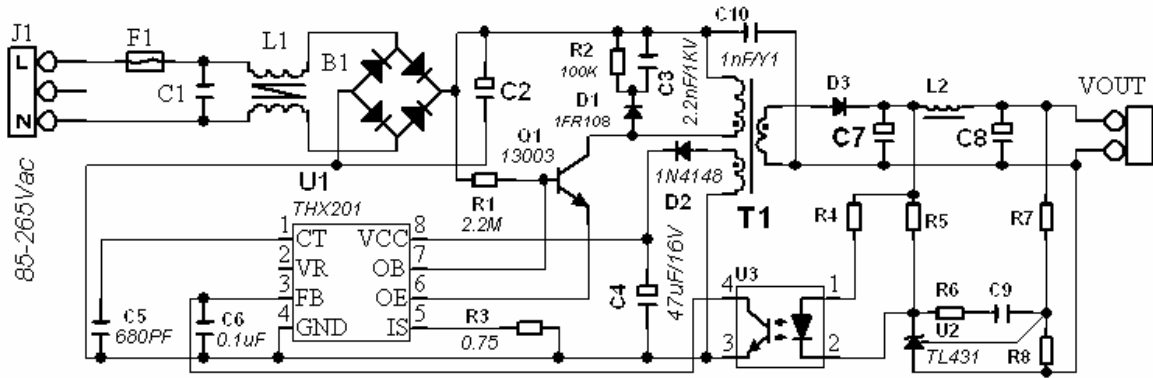

图 3、18W 开关电源
- 电源启动电流选择 **0.5-3mA**，功率管的放大倍数可按 **10** 计算，则启动电阻（如图 3、图 4 的 R1）选择应保证电源启动时功率管基极电流为 **0.05-0.3mA**，因此，可 **10** 倍减少启动电阻的功耗，降低了待机功耗；
- 图 3、图 4 中 **C5=680pF**，最高工作频率约 **60KHz**；
- 开关变压器（图 3、图 4 的 T1），参考绕组整流输出 **4.8-9V**（推荐 **6V**）为 THX201 提供工作电源；
- 电源功率管选择：如最大峰值电流 **0.8A**，考虑 **OB** 开电流则功率管 β 值应达 **10@5Vce@0.8A**，对应检测电阻（图 3、图 4 的 R3）为 **0.75** 欧姆；任意电流情况下，功率管应工作在饱和区，检测电阻为 **0.6V/最大峰值电流**；
- 例一（图 3），**18W** 开关电源，输出电压由 R6、R7 分压比决定，但需考虑开关变压器 T1 变比。